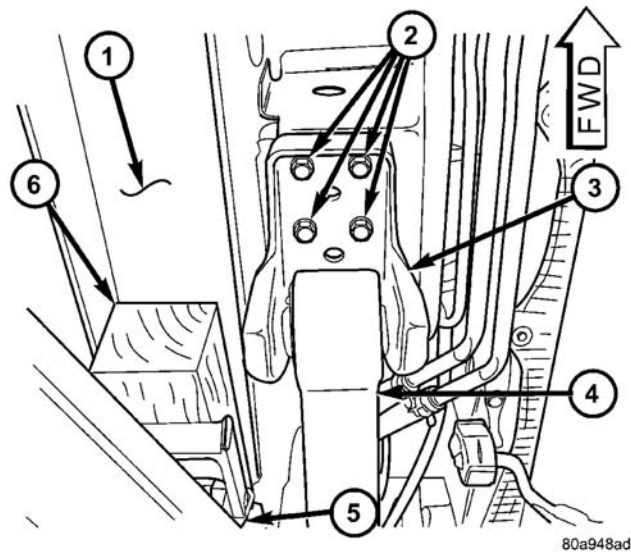
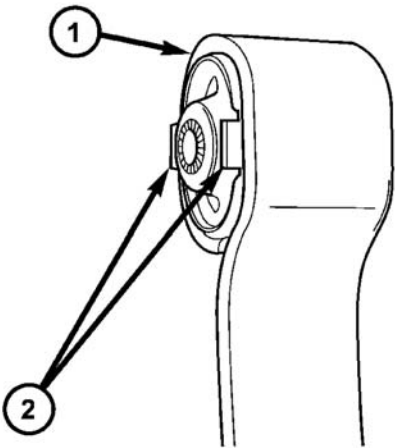

图 3 举升部位和板簧支座
图 4 撬起的止动卡舌
(1) 按照下面的步骤在车架接触型举升机上顶起车辆：
- (a) 用需要维修的车辆一角的举升臂抵住放在车身底框梁上面的木块，如图所示（图 3）。
(4) 卸下将板簧前固定支架连接至车身的 4 个螺栓（图 3）。
(5) 使用千斤顶慢慢地降低后桥，允许后簧的前端向下吊着，将其下降到足以接触弹簧枢轴螺栓。可能需要在板簧与车之间放一个木块，以使弹簧的前端保持在位。
(6) 卸下板簧前枢轴螺栓，然后卸下固定支架。
(7) 撬起衬套上的止动凸片（图 4）。
（8）升起作为辅助支撑的通用千斤顶或变速箱千斤顶，将前固定支架相对车身导入位。使用一个冲头进行导向会有所帮助，该冲头穿过支架内的固定螺栓孔与车身上的定位孔之间的对中孔。当 4 个固定螺栓孔与其在车身的螺纹孔对齐时，安装固定螺栓（图 3）。紧固 4 个固定螺栓至 $61\text{N}\cdot\text{m}$ （45 ft.lbs.）的扭矩。